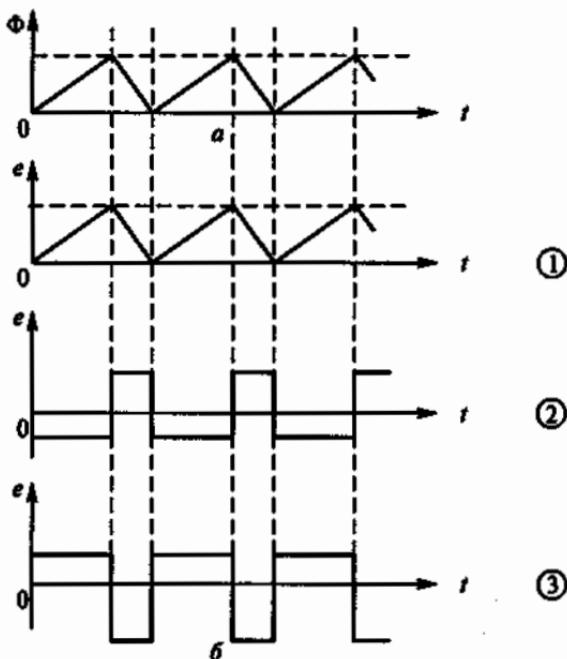

Рис. 50
2.24. Магнитный поток изменяется, как показано на рис. 50, а. Указать по рис. 50, б, как будет изменяться ЭДС в контуре, который пронизывается этим магнитным потоком.